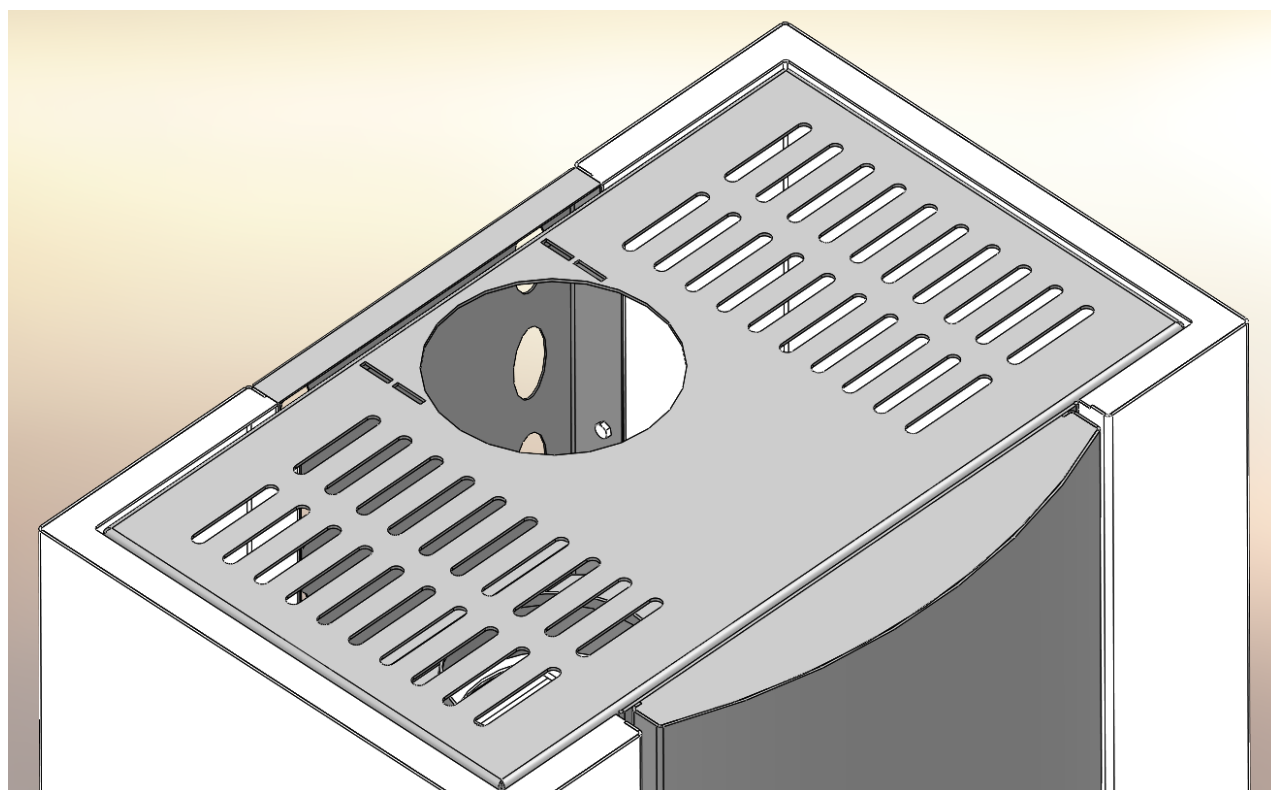

Figura 2 Sostituzione del raccordo del tubo dei fumi e del coperchio del tubo dei fumi
3. Figura 2 Sostituzione del raccordo del tubo dei fumi e del coperchio del tubo dei fumi	Pagina 5